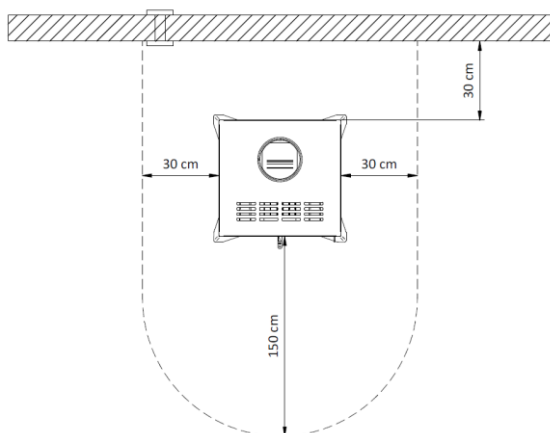

Figura 14 - Distancias mínimas de seguridad
* El suelo donde se instale la estufa deberá ser capaz de soportar una carga permanente de 1 kg/cm² y no debe ser inflamable. Si la capacidad de soporte de carga del suelo no es suficiente o existe riesgo de combustión, se podrá utilizar una placa rígida para distribuir la carga y con una superficie superior a la de apoyo del insertable; se recomienda que sobresalga al menos 15 cm por los laterales y bordes y 30 cm en la parte delantera, Figura 14;